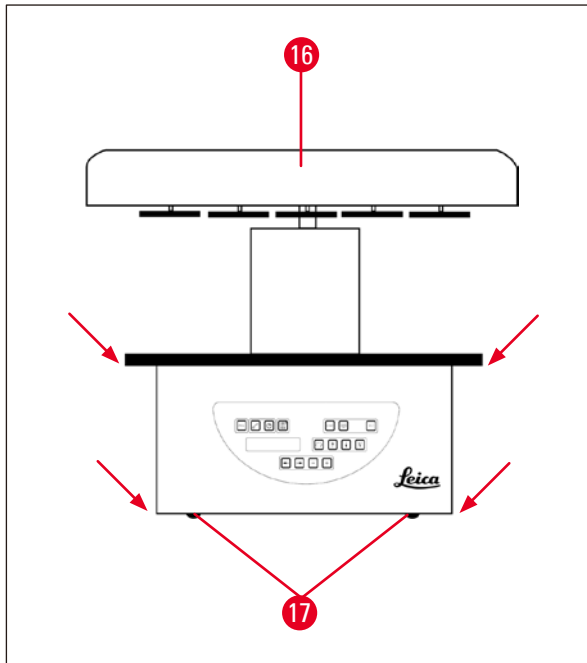

Fig. 12
- Pour soulever l'appareil et le séparer du socle (→ Fig. 11-10), prenez-le par le plateau destiné à recevoir les bécquets ou par le bas du carter (→ Fig. 12).